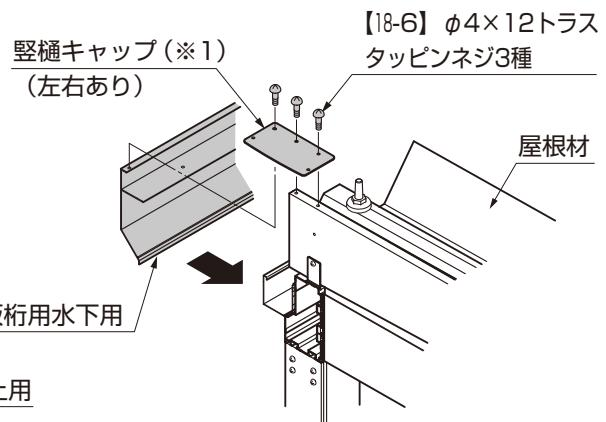

図17-3 B部詳細図
- ② 幕板桁用水上用の両端上方の内側に止水パッキン横樋梁用の裏面シールをはがして貼付けてください。(図17-3参照)
- ③ 幕板桁用水上用を堅樋キャップに【18-6】で取付けてください。(図17-3参照)